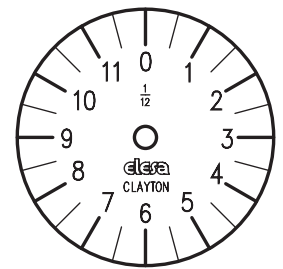

Bild 5
2. Untersetzung **2.1** Jede komplette Umdrehung des großen roten Zeigers entspricht einem Teil der Bewegung, welche der kleine schwarze Zeiger zurücklegt. Die Anzahl der vollständigen Umdrehungen des roten Zeigers bis der schwarze Zeiger ebenfalls eine komplette Umdrehung zurückgelegt hat, entspricht der Untersetzung. Als Beispiel: eine Untersetzung von 12:1 bedeutet 12 Umdrehungen des roten Zeigers für eine komplette Umdrehung des schwarzen Zeigers (Bild 5).